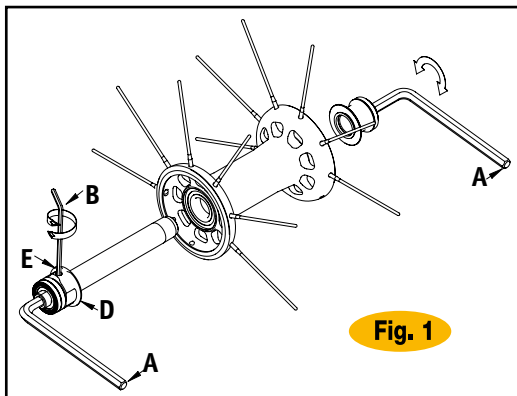

Fig. 1
- Introduzcan dos llaves Allen (A) en las tuercas de tope en los extremos de los bujes (Fig.1), y gírenlas en sentido antihorario.
- Si es necesario, regulen el buje actuando sobre la virola (D):
- Aflojen el perno (E) con una llave Allen (B) (Fig.1).
- Aprieten el perno (E).